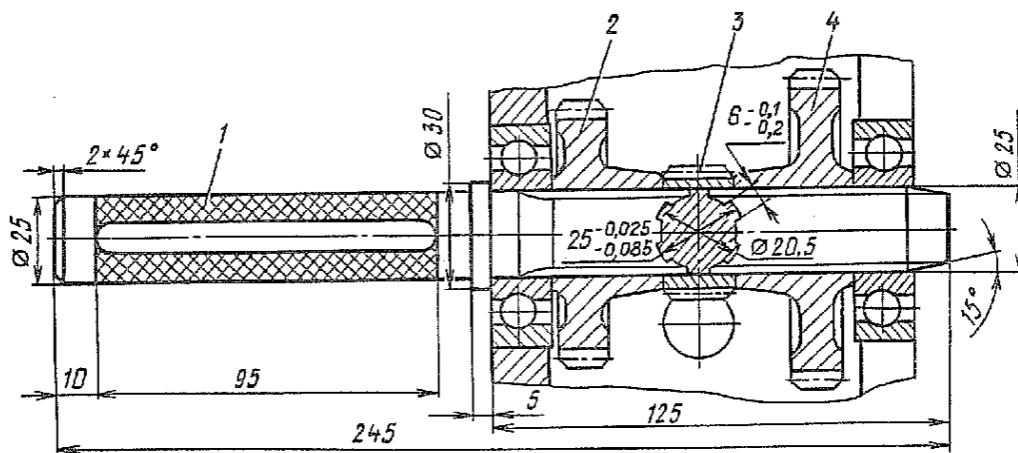

Рис. 151. Оправка для удержания шестерен:
3.16. Установить оправку 1 (рис. 151) в отверстие заднего подшипника ведущей шестерни главной передачи и, смещая ее в картер, установить на нее последовательно детали комплекта II (оправка).